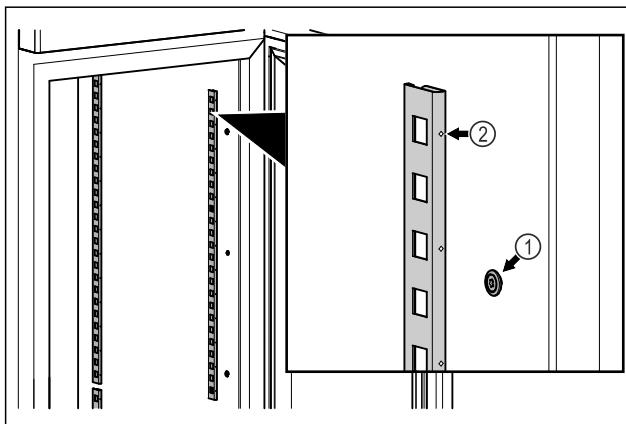

Fig. 58 Ενδεικτική απεικόνιση
- Αναρτήστε τα προφίλ ασφάλισης στην ανάρτηση Fig. 58 (1). Το σημάδι Fig. 58 (2) πρέπει να δείχνει προς τα εμπρός.